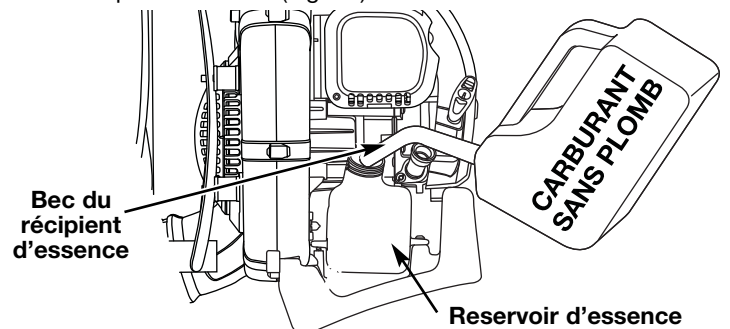

Fig. 13
2. Placez le bec du récipient d'essence dans l'orifice du réservoir et remplissez celui-ci (Fig. 13).